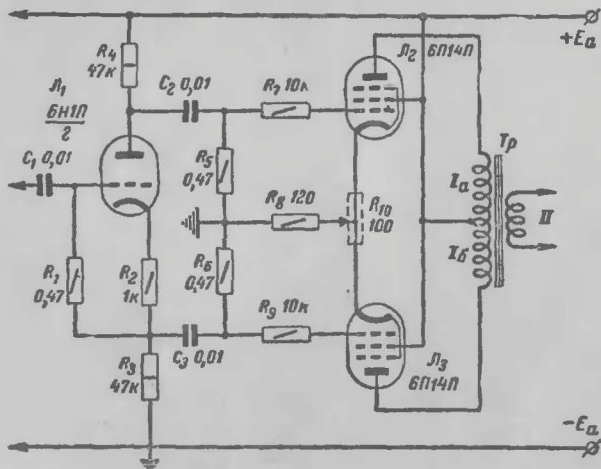

Рис. 6. Схема двухтактного усилителя низкой частоты.
**Двухтактные усилители.** Рассмотрим порядок налаживания двухтактного усилителя, схема которого приведена на рис. 6. В отличие от однотактных налаживание двухтактных усилителей начинают не с оконечного каскада, а с фазоинвертора. Сначала фазоинвертор налаживают при вынутых лампах оконечного каскада ( $\Lambda_2$  и  $\Lambda_3$ ). На вход фазоинвертора от звукового генератора подается напряжение частотой 1000 гц, величина которого зависит от схемы фазоинвертора и типа оконечных ламп. Для ламп 6П14П оно должно быть: для схемы фазоинвертора с разделенной нагрузкой 5—10 в, для схемы с катодной связью 0,5 в для лампы 6Н2П и 1—1,5 в для лампы 6Н1П; для автобалансной схемы фазоинвертора 0,2—0,3 в.
Выходные напряжения фазоинвертора поочередно измеряются на сопротивлениях утечки оконечных ламп ламповым вольтметром. Для всех схем фазоинверторов они должны быть не менее 5—10 в. Для получения минимальных искажений разница между напряжениями на сопротивлениях  $R_5$  и  $R_6$  не должны быть более 2—5%, что при напряжении 10 в составляет 0,2—0,5 в. Если эта разность значительно больше, то необходимо подобрать величину одного из сопротивлений нагрузки фазоинвертора. Если, например, для схемы на рис. 6 напряжение на сопротивлении  $R_5$  больше, чем на  $R_6$ , то надо или уменьшить величину сопротивления  $R_4$ , или увеличить величину сопротивления  $R_3$ . Желательно с помощью осциллографа убедиться в отсутствии искажений при выходном напряжении 10—12 в. Наладив фазоинвертор, вставляют оконечные лампы и после их прогрева еще раз проверяют величины выходных напряжений фазоинвертора.